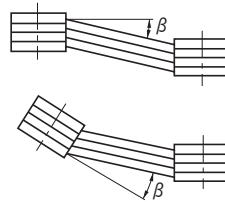

图7
- 两皮带轮间的平行度、偏心度 $\beta$ 应在 $20'$ 以内(参照图7)